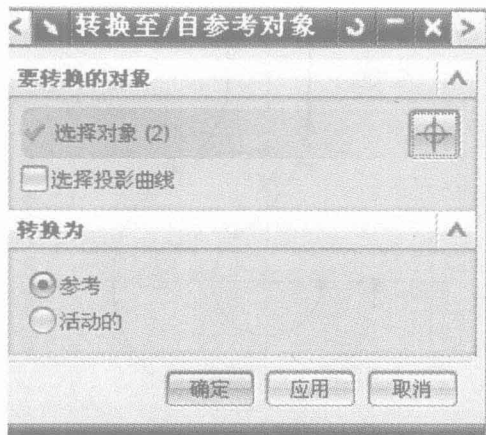
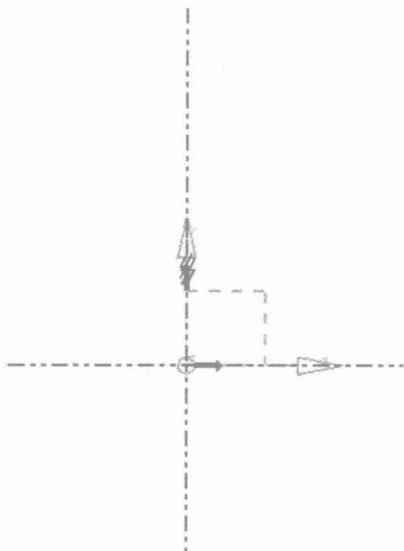

图 1-4 转换至/自参考对象对话框
图 1-5 转化为参考对象
(4) 选择【工具】→【约束】→【转换至/自参考对象】命令，或者单击草图约束上的图标按钮，系统弹出“转换至/自参考对象”对话框，如图1-4所示。选择刚刚绘制的两条直线，单击“确定”按钮，将其转化为参考对象，如图1-5所示。